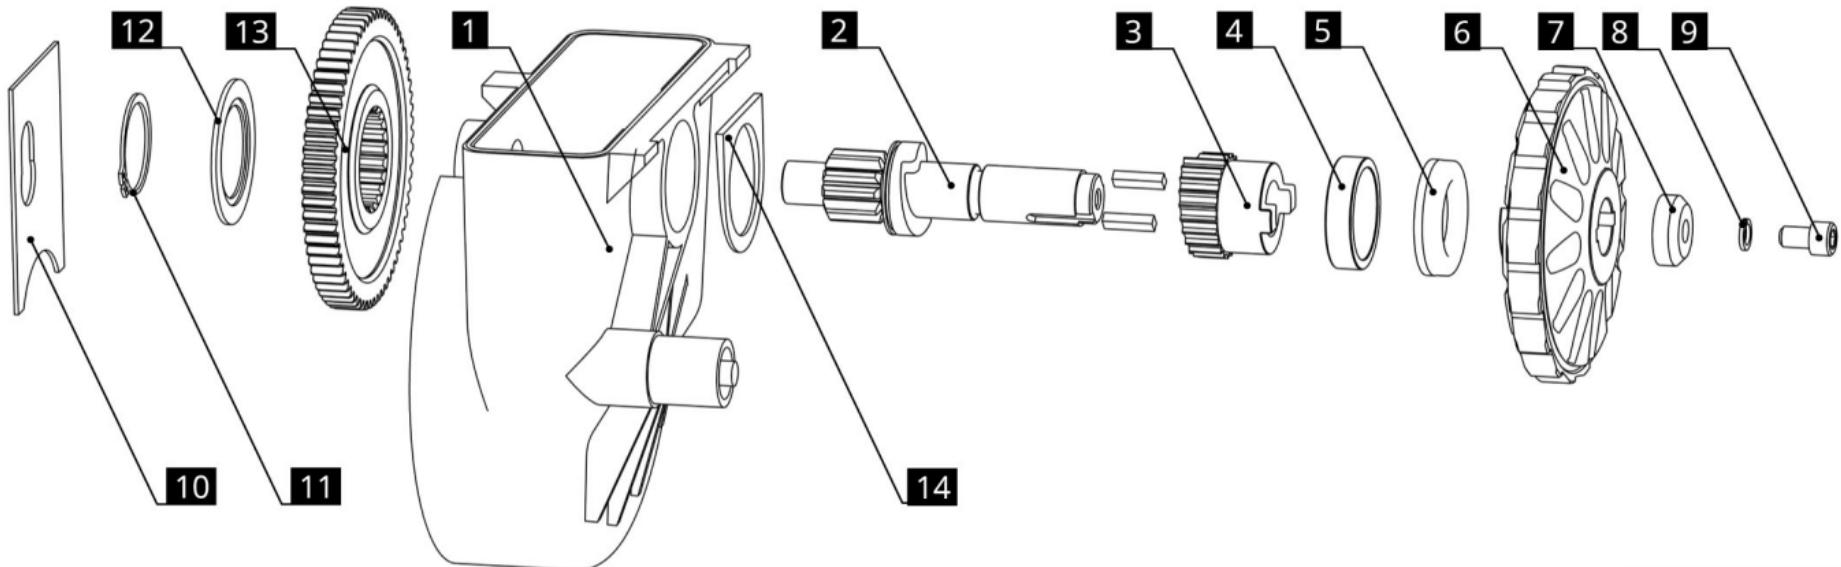

Рис. 2
1. Наденьте на усиленный главный вал [2] косую шлицевую муфту [3], бронзовую втулку (подшипник скольжения) [4] и сальник [5] в указанной последовательности (Рис. 2).
- 10.** Установите ранее собранный главный вал с тормозным механизмом, проведя его через промежуточную шестерню второй ступени [13], упорную шайбу [12] и стопорное кольцо [11]. Гладкая сторона шайбы должна быть обращена в сторону стопорного кольца. (Рис. 2)